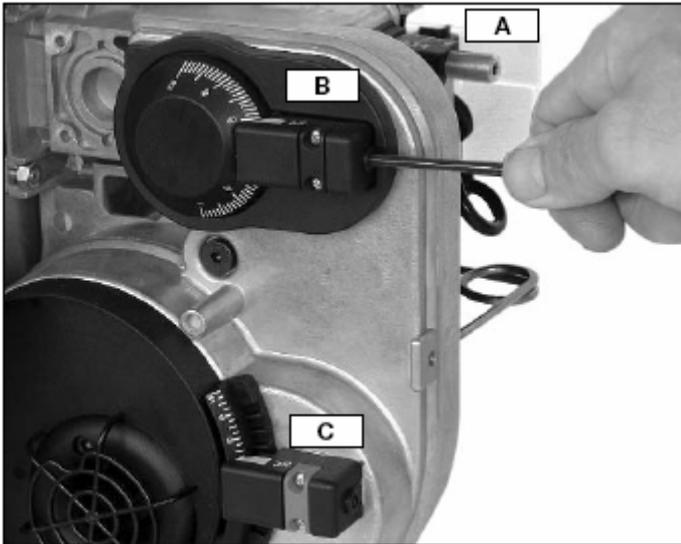

Рисунок 16
- Посредством поворота регулировочного ключа вправо воздушный поток увеличивается, содержание CO_2 в выхлопном газе также увеличивается, а давление воздуха нагнетаемого вентилятором уменьшается (см. рис. 16).